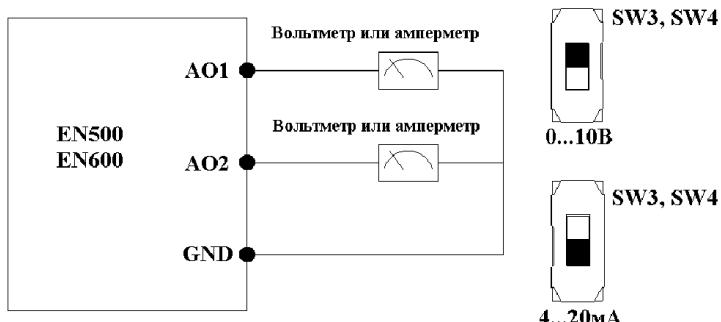

Рис.3-13 Схема подключения к AO1, AO2
(3) К AO1, AO2 может быть подключен внешний вольтметр или амперметр. Для этого нужно выбрать режим токового выхода (4...20 mA) или выхода по напряжению (0...10V) с помощью SW3 и SW4, подключение на рис.3-13 :